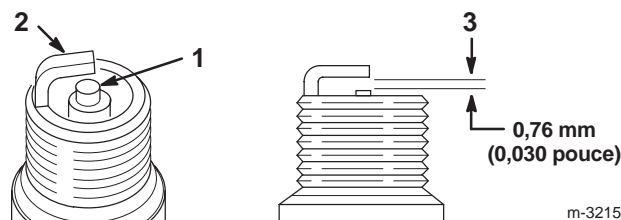

Figure 36
1. Inspectez le centre des bougies (Fig. 36). Si le bec de l'isolateur est recouvert d'un léger dépôt gris ou brun, le moteur fonctionne correctement. S'il est couvert d'un dépôt noir, c'est généralement signe que le filtre à air est encrassé.
2. Contrôlez l'écartement entre l'électrode centrale et l'électrode latérale (Fig. 36). Courbez l'électrode latérale (Fig. 36) si l'écartement est incorrect.